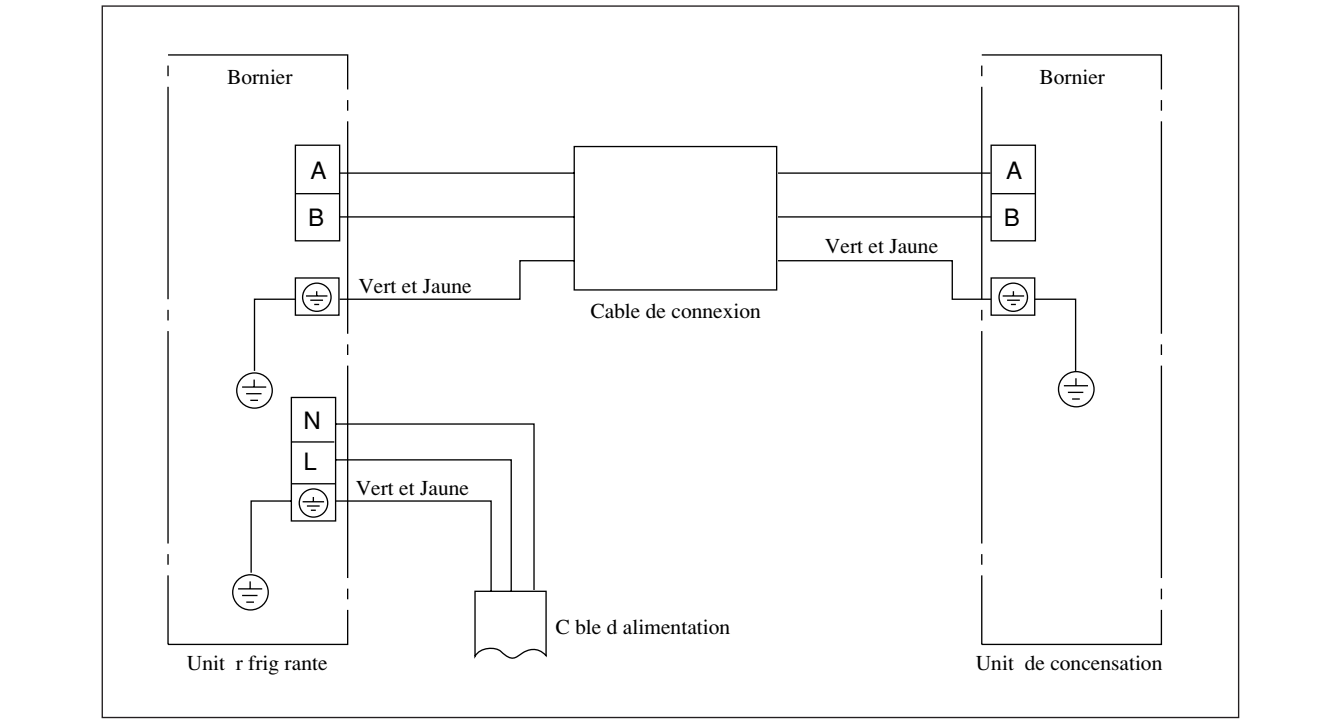

Fig. 3-11
- (1) Raccorder les fils électriques entre l'unité de réfrigération et l'unité de condensation tel que nous le montre la figure 3-11.
- (2) Le fil de raccordement se fixe au moyen de la brige qui est située dans l'interrupteur.